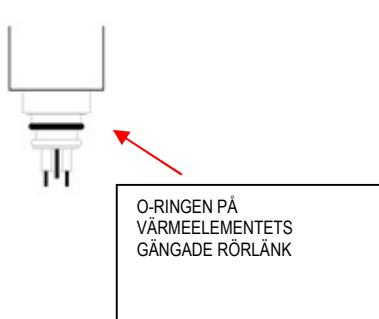

Bild 2
1. Stäng av strömtillförseln. Kontrollera om o-ringen på det elektriska värmeelementets gängande rörlänk är korrekt insatt i skåran och så att inga skador eller fel har uppkommit. – bild 2 (i omvänt fall ska du byta ut den).